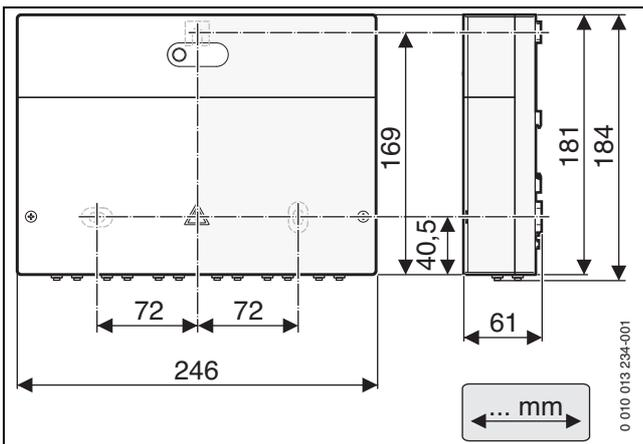
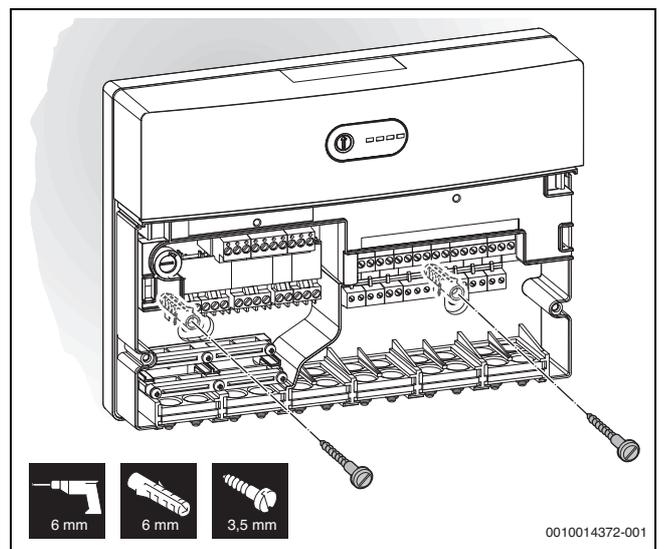
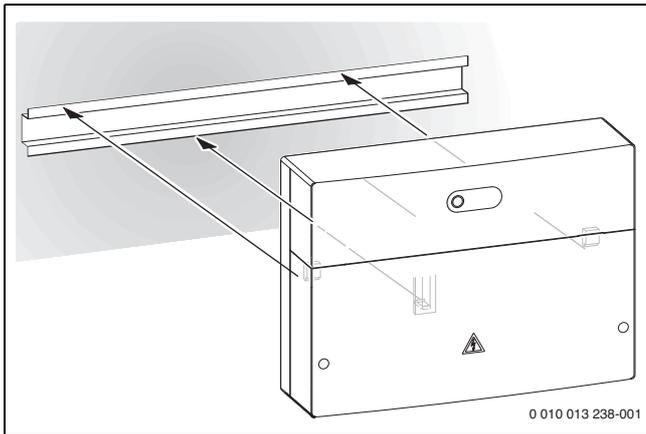

Bild 12 Abmessungen des Elektronik-Moduls
Bild 15 Elektronik-Modul an der Wand befestigen
Bild 16 Elektronik-Modul an Hutschiene befestigen
- ▶ Modul an einer Wand (→ Bild 12 – Bild 15), an einer Hutschiene (→ Bild 16) oder in einer Baugruppe installieren.